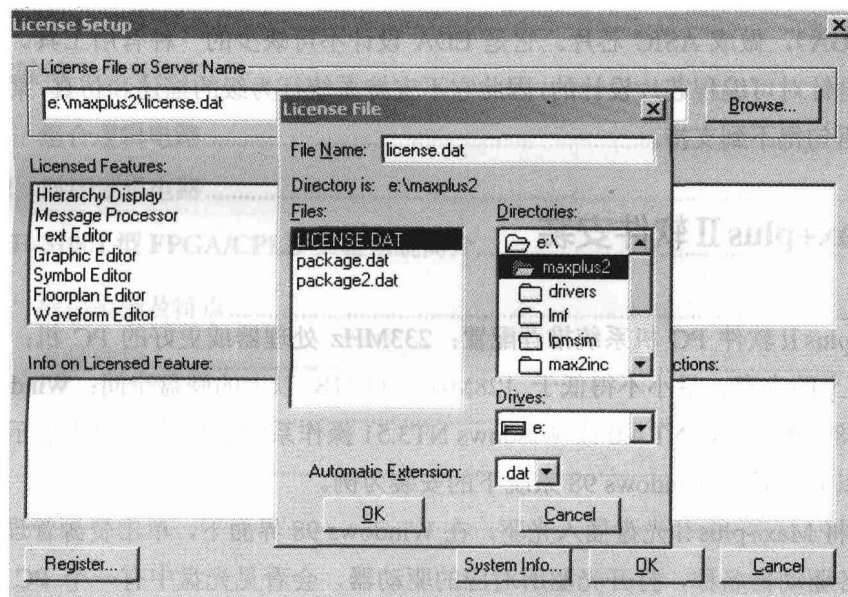

图 1-1 设置授权码
(4) 安装结束后, 则屏幕显示 Max+plus II 图标 。关闭安装画面, 将该图标移到合适的位置, 至此, 整个系统安装完毕。以后只需双击该图标即可进入 Max+plus II 系统。
(5) 第一次运行 Max+plus II 时, 需要设置授权码, 在 <http://www.Altera.com> 上申请授权码, 将获得的授权码文件 “License.dat”, 复制到 “max2plus” 文件夹里 (也可复制到别的路径下)。
(6) 设置授权码时, 回到 Max+plus II 界面, 选择菜单 [Option] | [License Setup], 如图 1-1 所示。通过 [Browse] 按钮选择 License.dat 文件或直接在 “License File or Server Name” 对话框中输入全路径名的 License.dat 文件名。单击 [OK], 回到 Max+plus II 界面开始进行设计。